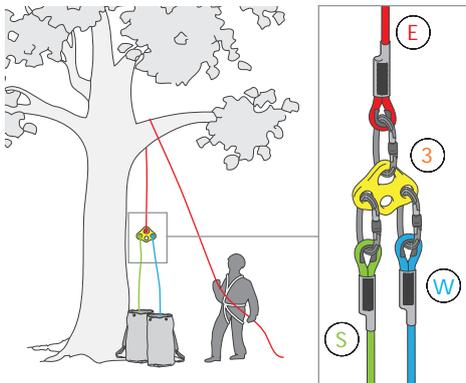

Fig. 4
La cuerda, conectada a la rama, actúa como cuerda de emergencia (E). El operario conecta a la cuerda una placa multi-anclajes (3), a la que se fijan la línea de trabajo (W) y la línea de seguridad (S) y, seguidamente, recupera la cuerda de emergencia hasta que la placa de anclaje queda situada justo por debajo de la rama (Fig. 4). A continuación, la inserta en un descensor autofrenante (4) conectado a otra placa multi-anclajes, que a su vez está conectada a un elemento de amarre EN 795-B (5) fijado alrededor del tronco (Fig. 5). En este punto, el operario puede empezar a trepar por la línea de trabajo utilizando un puño bloqueador con pedal y un descensor autofrenante, además de un sistema anticaídas deslizante conectado a la línea de seguridad. Si, una vez suspendido, el operario tiene algún problema, el operario que permanece en el suelo puede bajarlo utilizando el descensor autofrenante conectado al tronco del árbol, en la base.
La corda posizionata sulla branca avrà la funzione, in questo caso, di corda d'emergenza (E). L'operatore dovrà collegare ad essa una piastra multi-ancoraggio (3) dove avrà installato, in modalità fissa, la corda di lavoro (W) e quella di sicurezza (S). A questo punto l'operatore dovrà recuperare la corda di emergenza in modo che la piastra multi-ancoraggio si posizioni appena al di sotto della branca (Fig. 4). Egli la inserirà poi in un discensore auto-frenante (4) collegato ad un'ulteriore piastra multi-ancoraggio, a sua volta fissata ad una fettuccia EN 795-B (5) avvolta attorno al tronco (Fig. 5). A questo punto l'operatore potrà risalire la corda di lavoro tramite una maniglia di risalita con staffa e un discensore auto-frenante, avendo inoltre collegato un anticaduta guidato sulla corda di sicurezza. Nel caso in cui l'operatore sospeso avesse dei problemi, l'operatore rimasto a terra potrà intervenire sulla corda di emergenza calandolo tramite il discensore auto-frenante installato alla base.